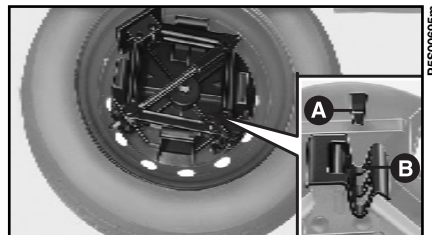

fig. 8
2) Reinscrivere il cric nel proprio supporto facendo coincidere il perno **A**-fig. 8 con la scanalatura **B** del cric, quindi sistemare il tutto nella ruota sostituita.